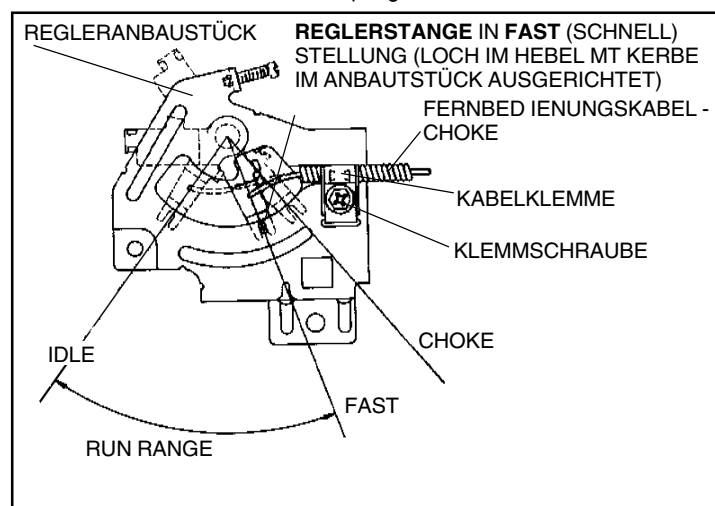

Abbildung 2
ANMERKUNG: Vergleichen Sie die Anweisungen des Geräteherstellers bezüglich der Steuerungspositionen, die den Steuerungspositionen des Motors in Abbildung 2 entsprechen.
① ELEKTRISCHER ANLASSER:
- A. Kontrollhebel (siehe Abbildung 2 oder 6) oder Gerätesteuerung auf "CHOKE" oder "START" stellen.
① FERNBEDIENUNG (siehe Abbildung 2 oder 6):